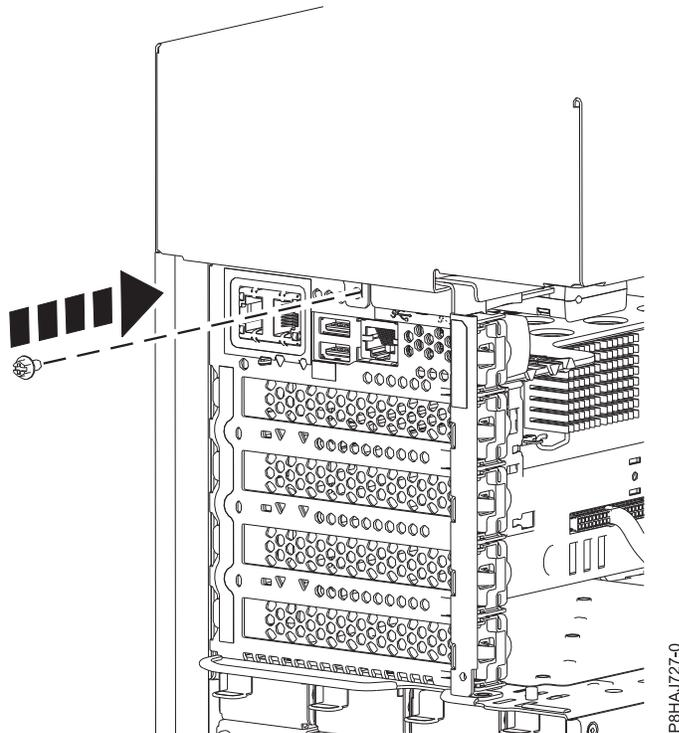

Abbildung 23. Schraube der Seitenabdeckung bei einem eigenständigen System vom Typ 8286-41A anbringen
5. Bringen Sie die hintere Schraube der Seitenabdeckung mit einem Kreuzschlitz-Schraubendreher an (siehe Abb. 23 auf Seite 42).